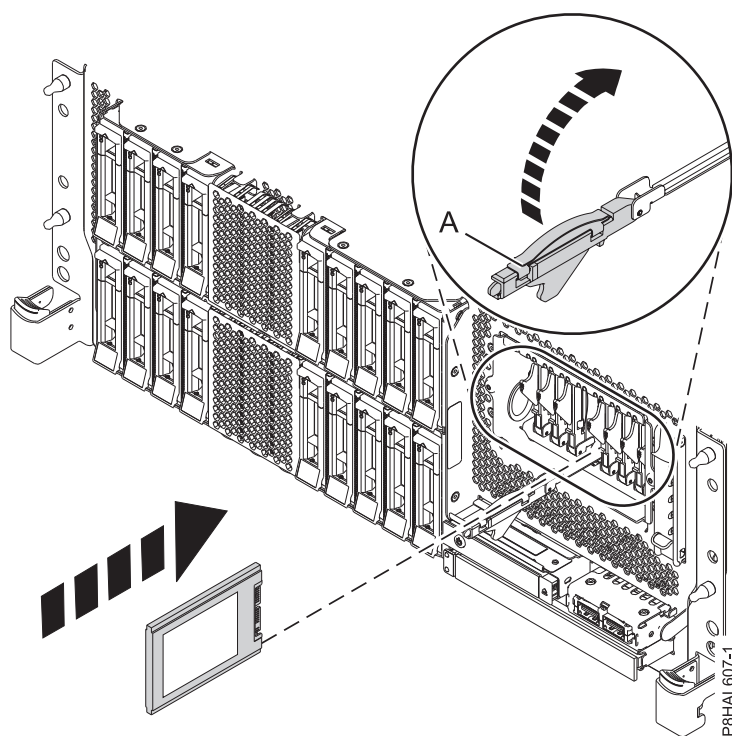
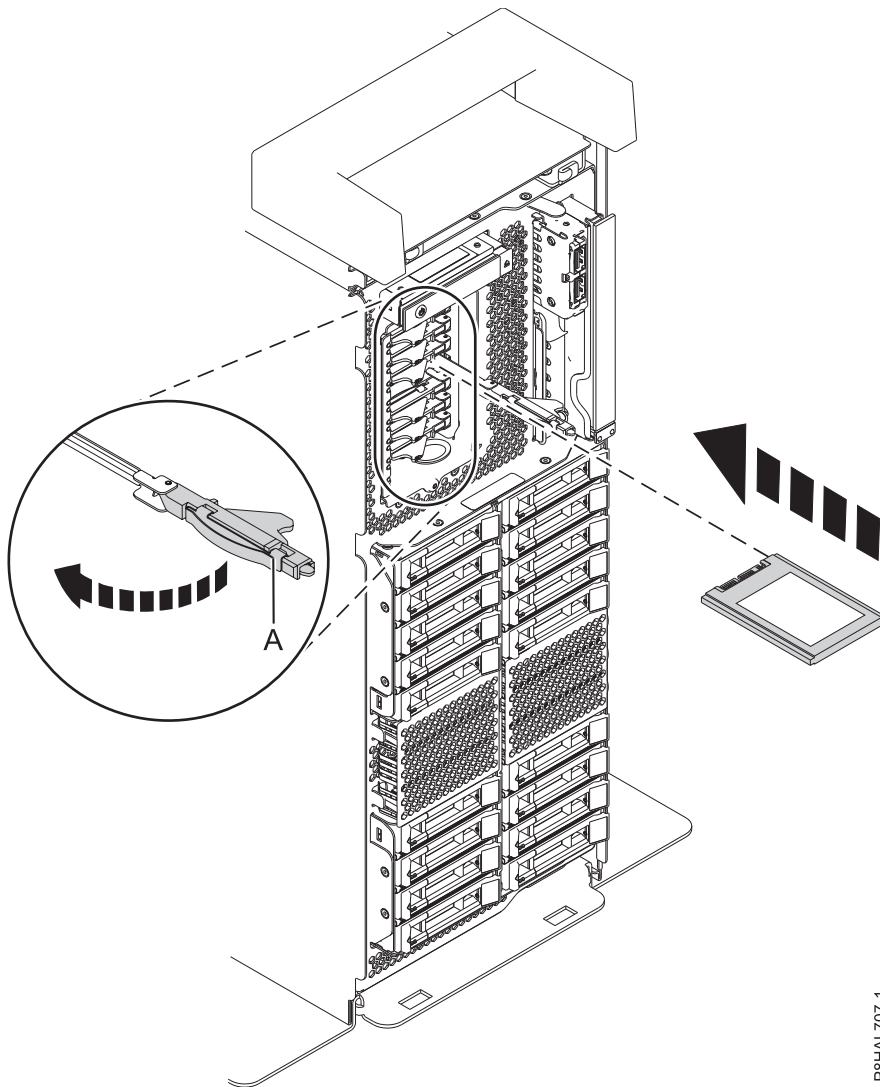

Figure 50. Installation d'une unité SSD dans un système à fonction étendue 8286-41A ou 8286-42A monté en armoire
Figure 51. Installation d'une unité SSD dans un système à fonction étendue autonome
14. Avec la poignée de la baie d'unité SSD (A) en position déverrouillée, tirez le levier vers l'extérieur pour accéder aux rails de guidage de l'emplacement SSD. Maintenez l'unité SSD par le dessous tout en l'alignant avec les rails de guidage de l'emplacement SSD. Voir figure 50 et figure 51, à la page 56.
18. Verrouillez l'unité en faisant tourner la poignée de la baie (A) dans la direction indiquée. figure 50 et figure 51, à la page 56.